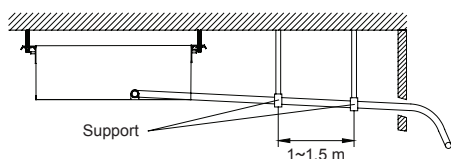

Fig. 24
- (3). Lorsque le tuyau est long, installez des supports. (Fig. 24)
- (4). Utilisez toujours le tuyau de vidange isolé correctement.